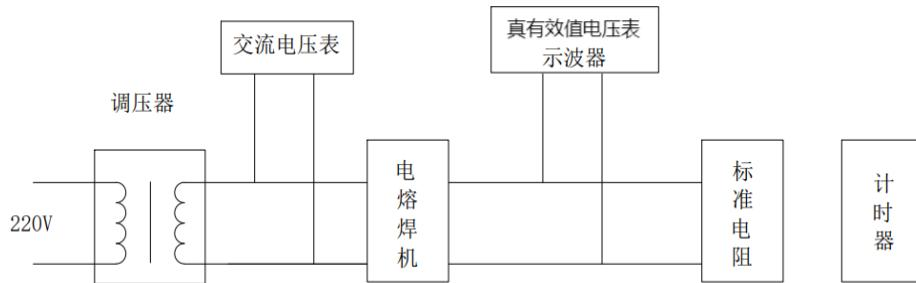

图1 电熔连接设备能量输出检验接线示意图
- 1) 按图1, 将设备与调压器、电压表、示波器(或真有效值电压表)及标准电阻等进行连接。负载电阻从 $0.4\Omega$ 和 $1.0\Omega$ 、 $3.0\Omega$ 和 $8.0\Omega$ 中各选取1种。